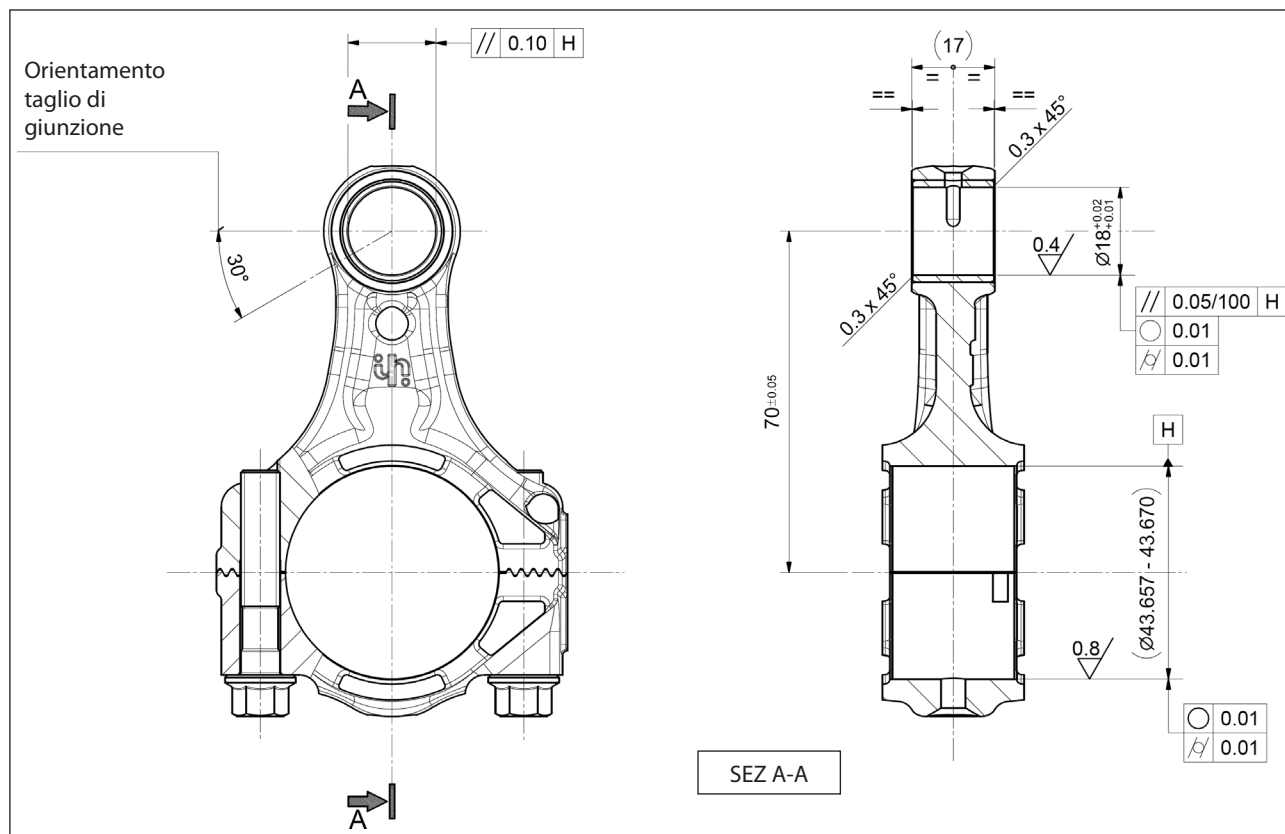

Fig. 25
- il taglio di giunzione venga orientato come indicato in Fig. 25.
Eeguire successivamente le lavorazioni meccaniche rispettando tassativamente dimensioni e tolleranze riportate in Fig. 25.